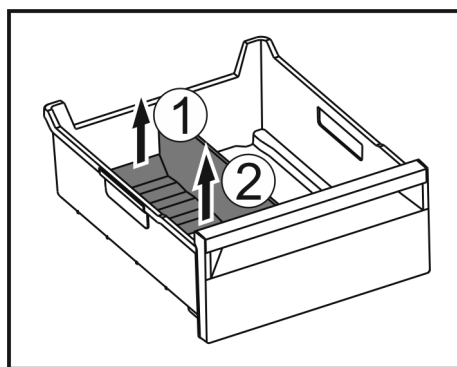

Fig. 184
- ▶ Podignite stražnji dio pregrade ladice za led. Fig. 184 (1)
- ▶ Izvadite pregradu ladice za led prema gore. Fig. 184 (2)